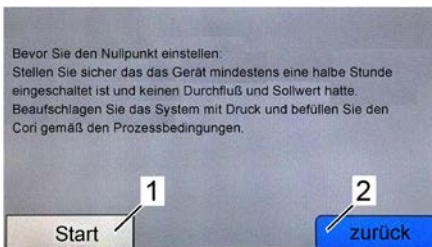

Abb. 99: Hinweis zum Nullpunktgleich
3. Die Information mit der Schaltfläche "OK" (Abb. 99/1) bestätigen oder mit der Schaltfläche "zurück" (Abb. 99/2) zum vorhergehenden Menü schalten.